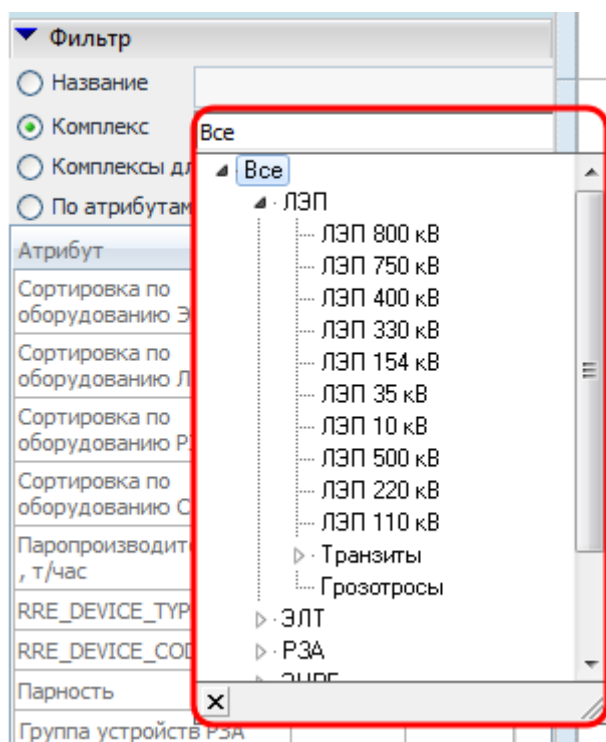

Рисунок 9.65 – Выбор комплекса оборудования
- **«Комплекс»**. Указать комплекс оборудования из дерева комплексов (Рисунок 9.65).